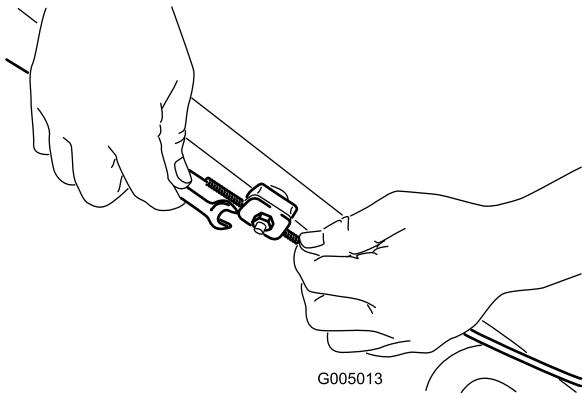

Рисунок 37
- Ослабьте гайку держателя троса (Рисунок 37).